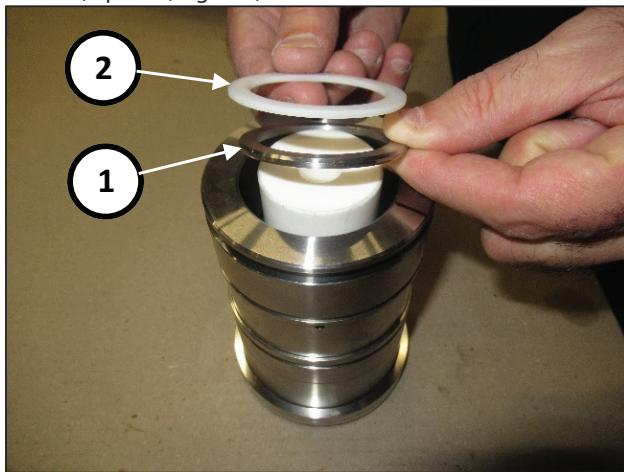

Fig. 178
Placer la bague pour ressort (rep. ①, Fig. 178) et le joint racleur (rep. ②, Fig. 178).